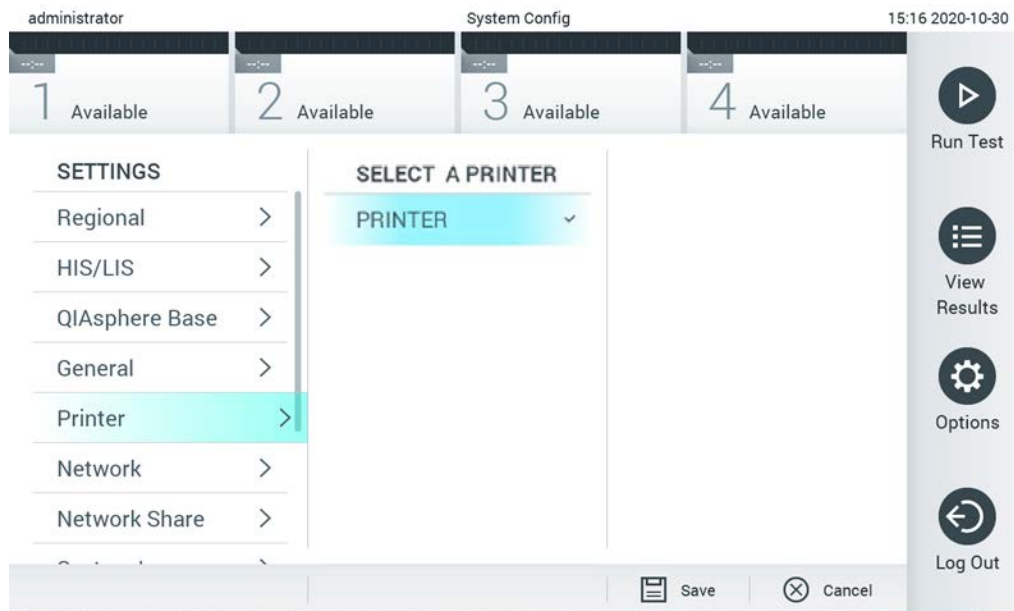

Abbildung 67: Auswahl eines Systemdruckers.
3. Wählen Sie einen Drucker aus der Liste der verfügbaren Drucker aus (Abbildung 67).